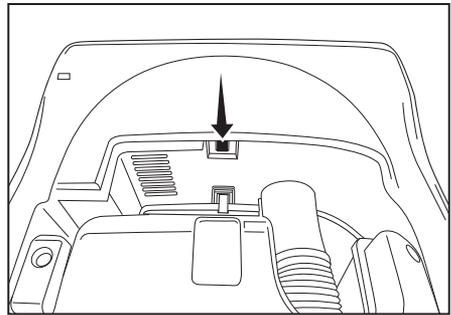

Fig. 1
- Localisez le bouton de réinitialisation du disjoncteur sous le haut de la buse (Fig. 1).